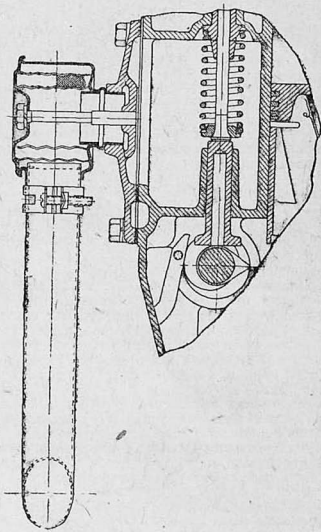

Рис. 2. Вентилиция картера двигателя «М»
1. Вентилиция картера. Вентилиция картера предназначена для уменьшения противодавления в картере и для охлаждения масла. Вентилиционная конструкция состоит из корпуса с фильтрующей сеткой, смонтированного на крышке клапанной камеры (рис. 2), и вертикальной трубы, нижний конец которой срезан под углом 45°.